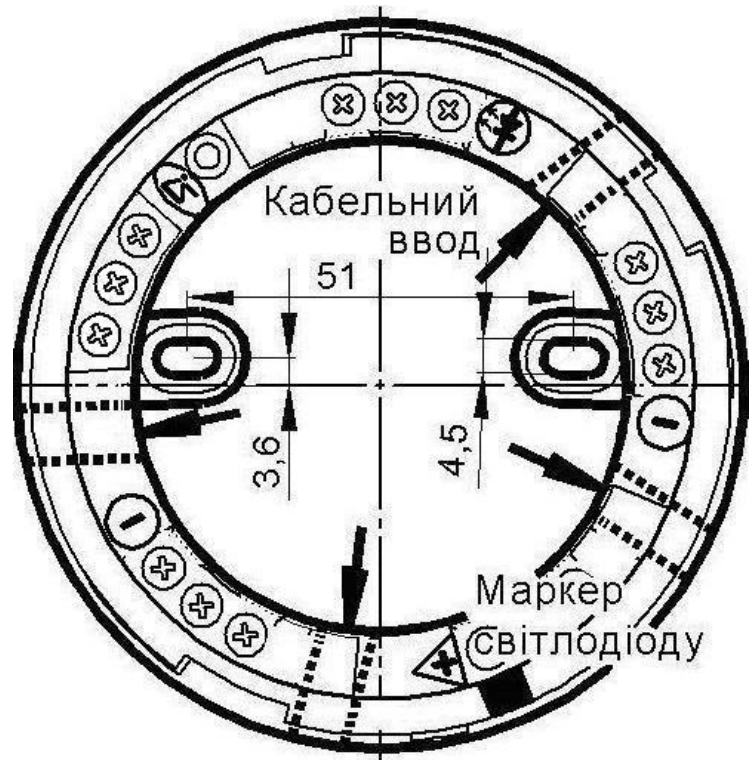

Рисунок 4 Шаблон для розмітки
4.3.1 При монтажі застосовувати шаблон для розмітки (рис. 4), інструмент ручний монтажний.
4.3.3 У місці установки розетки провести розмітку по шаблону (рис. 4) під два отвори для кріплення. Зробити отвори та закріпити розетку на місці установки. При відкритому прокладанні шлейфу проломити стінки відповідних кабельних ввідів розетки. Зовнішній діаметр шлейфу не повинен перевищувати 7 мм.